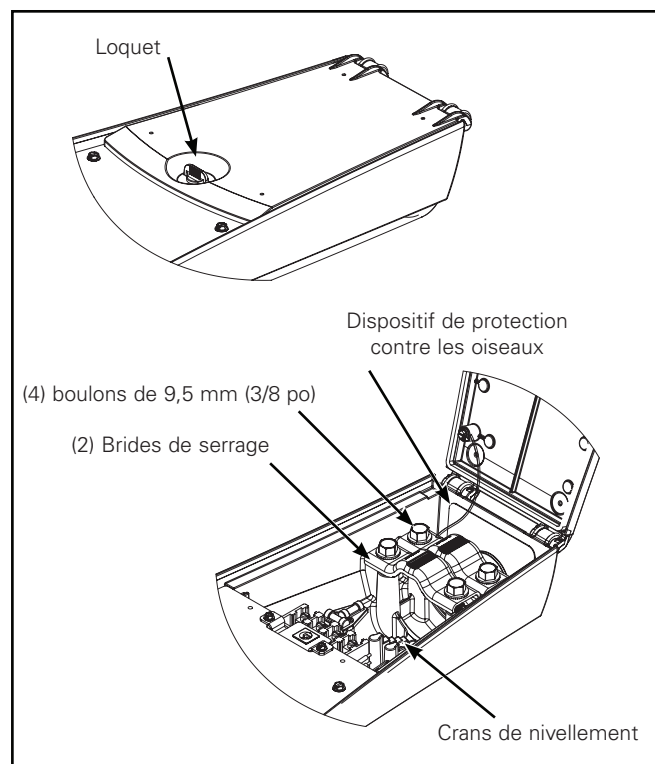

Figure 1.
3. Avec la douille de 14,3 mm (9/16 po), desserrez suffisamment les deux boulons (4) du collier pour permettre le glissement du bras de montage (non fourni) sur les crans de nivellement. (Figures 1 et 2).